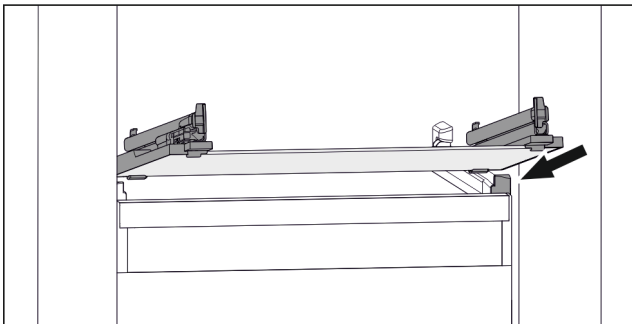

Fig. 111 Примерное отображение стеклянной пластины
- ▶ Наклоняя вниз, установите стеклянную пластину за стопоры. (см. Fig. 111)